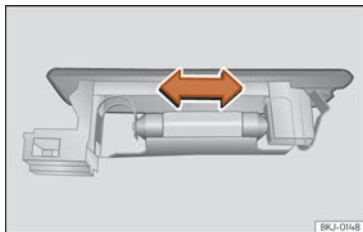

Fig. 63 Éclairage du coffre à bagages.
- Appuyez sur l'ampoule latéralement et retirez-la du logement »» fig. 63.